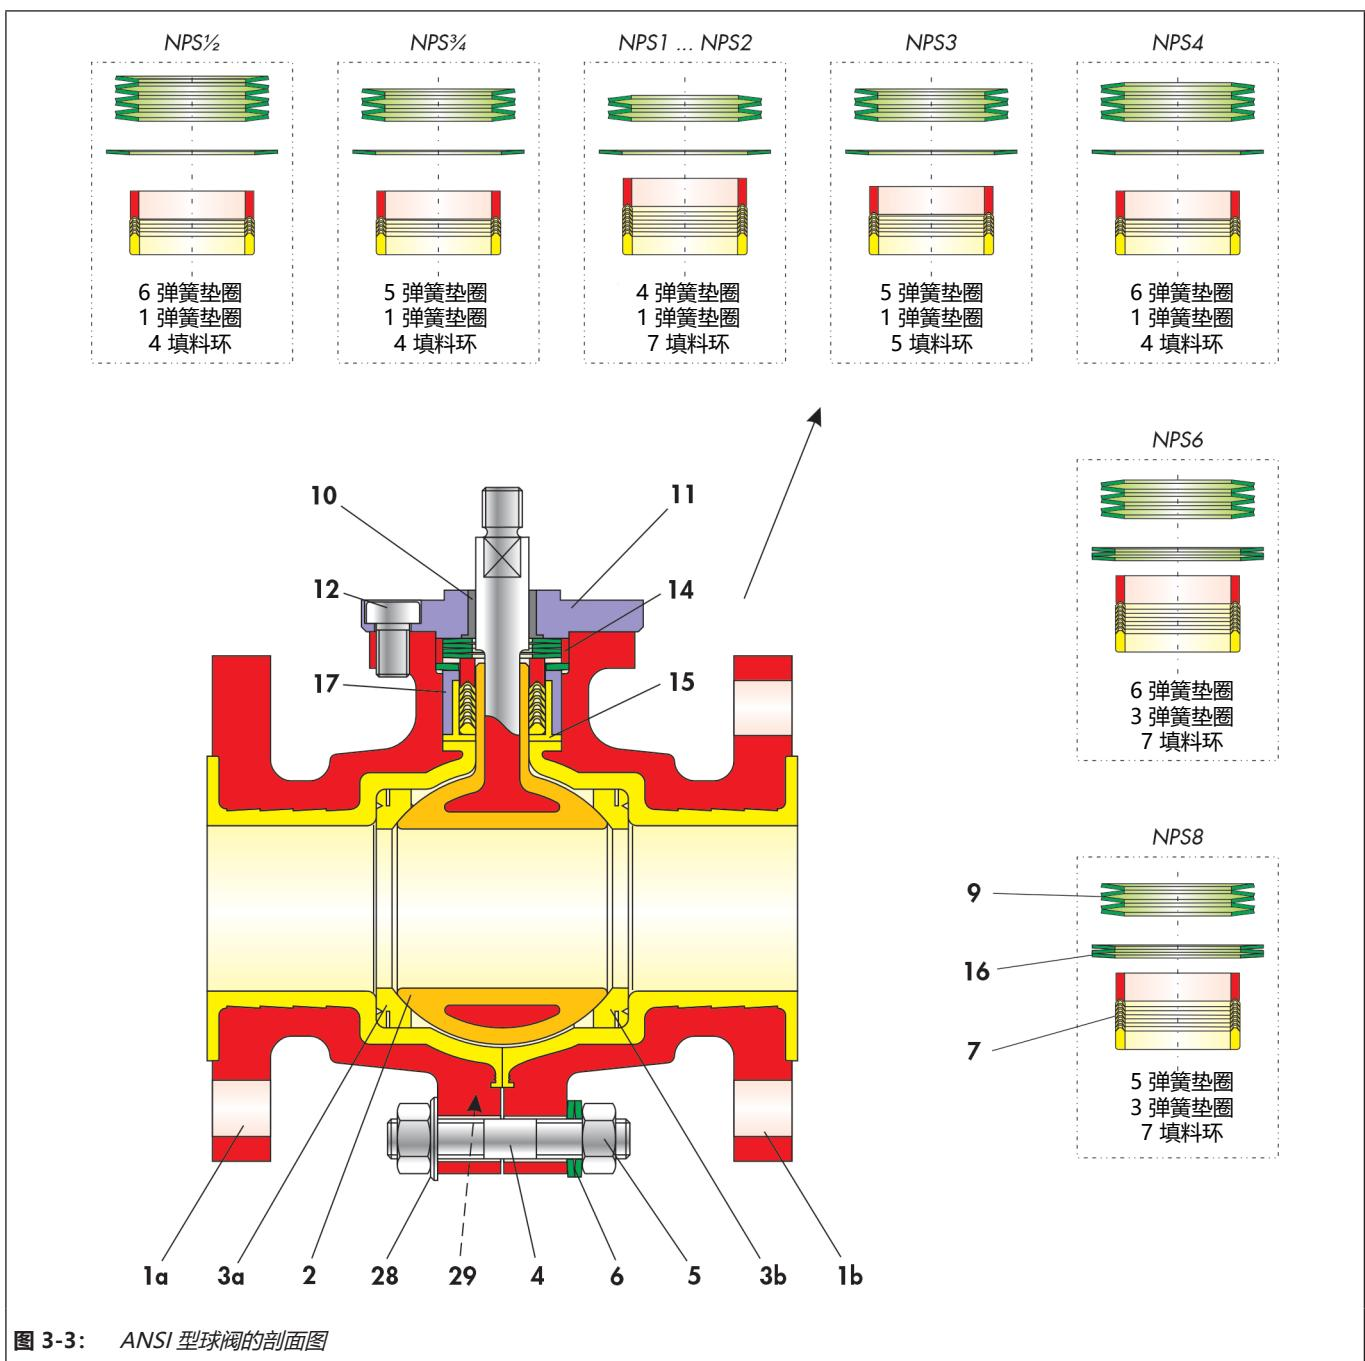

图 3-3: ANSI 型球阀的剖面图
- ⇒ 用螺钉 (4)、垫圈 (28)、盘簧 (6) 和螺母 (5) 将两半阀体固定在一起，以便用手将其拧紧。盘簧的数量可在绘图中找到，请参见图 3-3。
- ⇒ 小心推动衬套 (17) 经过填料 (7) 和衬套 (15)。在预组装好此填料单元后，填料 (7) 的底环会伸出衬套 (17)。
- ⇒ 将盘簧 (16) 放在衬套 (17) 上。盘簧的位置和数量可在绘图中找到，请参见图 3-3。
- ⇒ 将定心环 (14) 放在盘簧上。
- ⇒ 将盘簧组 (9) 插入定心环，直至抵达 V 形环境料的底环。盘簧的排布和数量可在绘图中找到，请参见图 3-3。
- ⇒ 将轴承套 (10) 插入填料箱法兰 (11)。
- ⇒ 将预组装填料箱法兰放在阀体上，并用螺钉 (12) 进行调整。
- ⇒ 将 V 形环填料 (7) 放入衬套 (15)。填料环的数量可在绘图中找到，请参见图 3-3。
- ⇒ 小心推动衬套 (17) 经过填料 (7) 和 PTFE 衬套 (15)。在预组装好此填料单元后，填料 (7) 的底环会伸出衬套 (17)。
- ⇒ 将盘簧 (16) 放在衬套 (17) 上。弹簧垫圈的位置和数量可在绘图中找到，请参见图 3-3。
- ⇒ 将盘簧组 (9) 插入定心环，直至抵达 V 形环填料的底环。盘簧的排布和数量可在绘图中找到，请参见图 3-3。